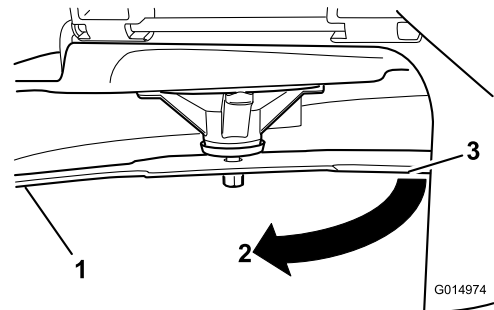

Bild 52
3. Zwischen Messer und Oberfläche gemessener Abstand (A)
4. Drehen Sie dasselbe Messer um 180 Grad, sodass die andere Schnittkante jetzt in derselben Stellung ist (**Bild 52**).